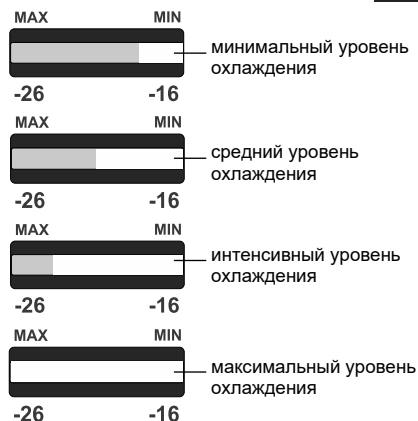

Рисунок 4
2.5.1 Одновременное мигание индикатора (*) и максимального уровня охлаждения (см. рисунок 4) сигнализирует о неисправности, для устранения которой необходимо вызвать механика сервисной службы.